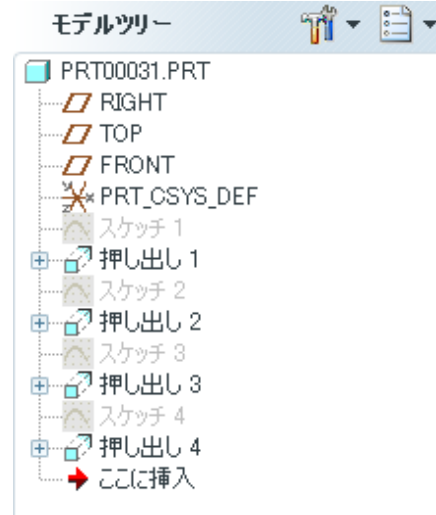

図 3-23 モデルツリー
- 図 3-23 に分岐管完成までの操作履歴である「モデルツリー」を示す。
- 図 3-23 の修正する寸法値をコントロールキー「**Ctrl**」を押しながら順に選択して赤く表示する。